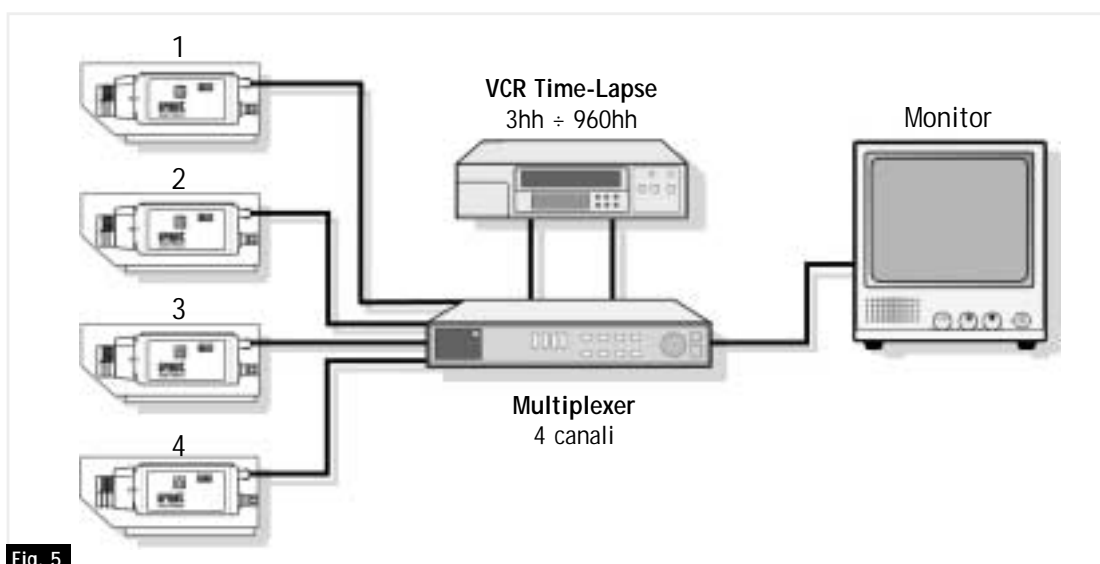

Fig. 5
4. Il **Multiplexer** [fig. 5 - 6] è un dispositivo che permette ad un certo numero di segnali di condividere lo stesso canale di trasmissione. Consente la registrazione codificata dei segnali